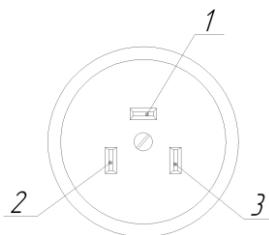

Рис. 1. Подключение розетки
- 3) Установите штепсельную розетку, входящую в комплект плиты в легкодоступное место, соблюдая полярность в соответствии с Рис. 1.